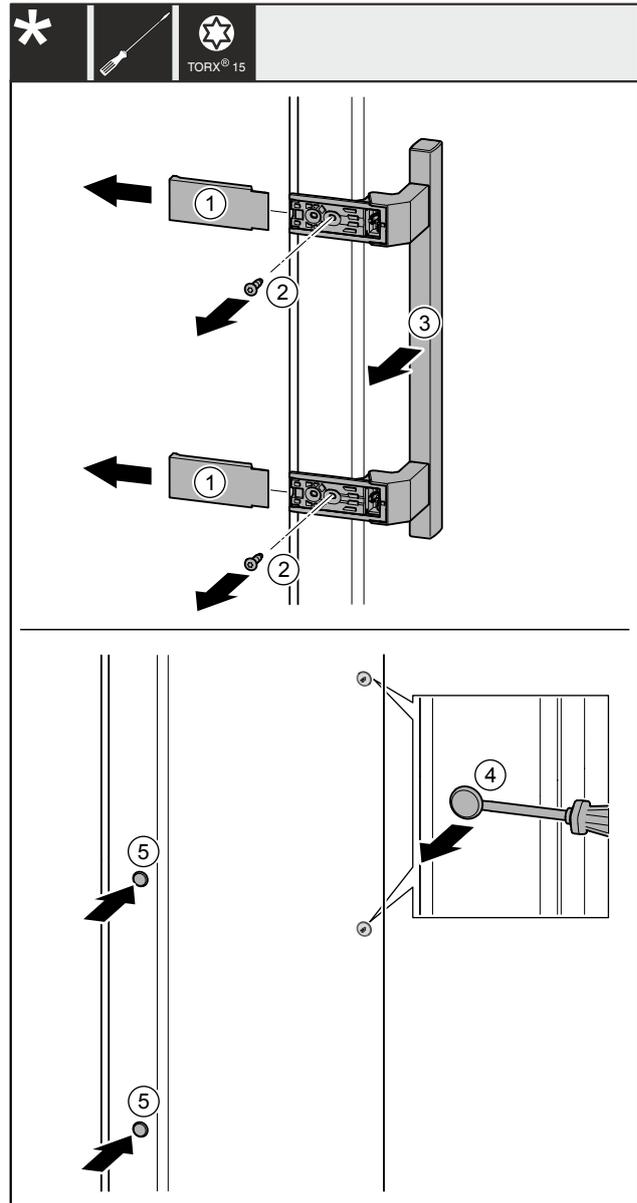

Fig. 40
- ▶ Abdeckungen Fig. 40 (1) abziehen.
- ▶ Schrauben Fig. 40 (2) mit Schraubendreher herausdrehen.
- ▶ Griff Fig. 40 (3) abnehmen.
- ▶ Seitlichen Stopfen Fig. 40 (4) vorsichtig mit einem Schlitzschraubendreher anheben und herausziehen.
- ▶ Stopfen Fig. 40 (5) auf der anderen Seite wieder einsetzen.